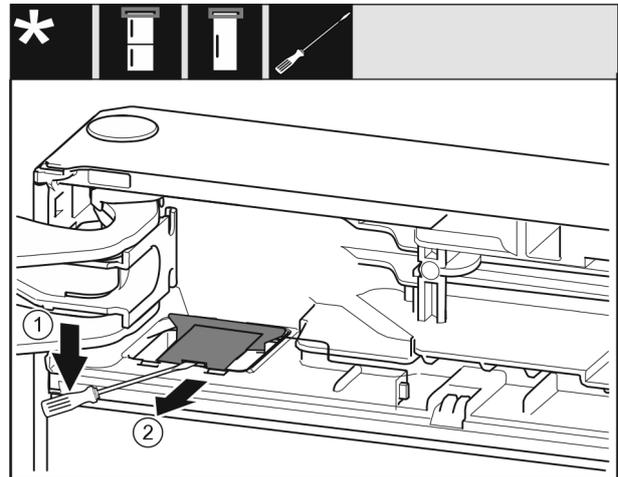

Fig. 10
- Mit einem Schlitzschraubendreher die Abdeckung Fig. 10 (1) austrasten.
- Abdeckung Fig. 10 (2) herausnehmen.